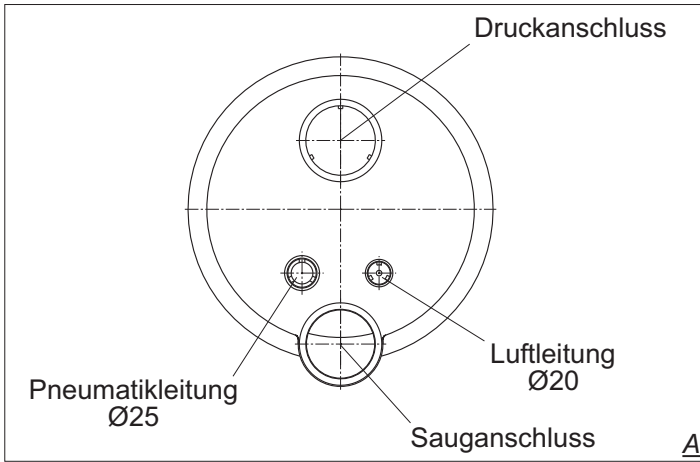

Abb. 9
- 2) Einkleben des Kabelschutzschlauches und des Luftleitungsschlauches. (Abb. 9)
- 3) Das Düsengehäuse (102.1) am Einbaugeschüss (1) ansetzen.
- 4) Pneumatikschläuche und Kabel des Scheinwerfers durch den Schutzschlauch (14) führen und mit Kabelverschraubung (20) abdichten.
- 5) Luftleitung mit Klemme (8) am werksseitig vormontierten Luftregler (21) befestigen.